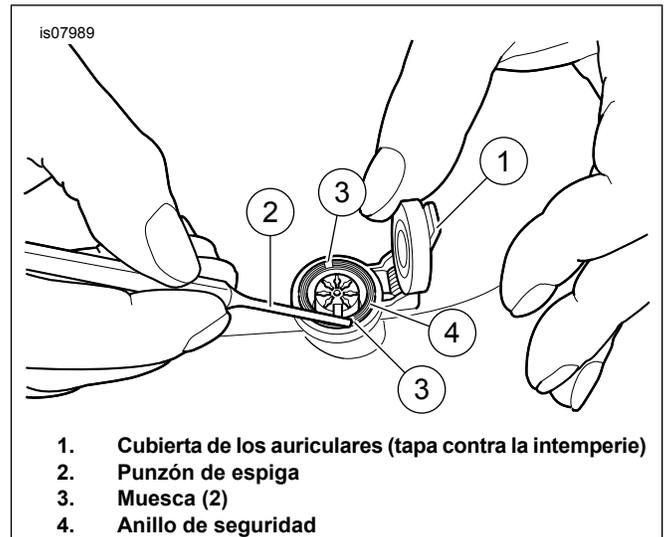
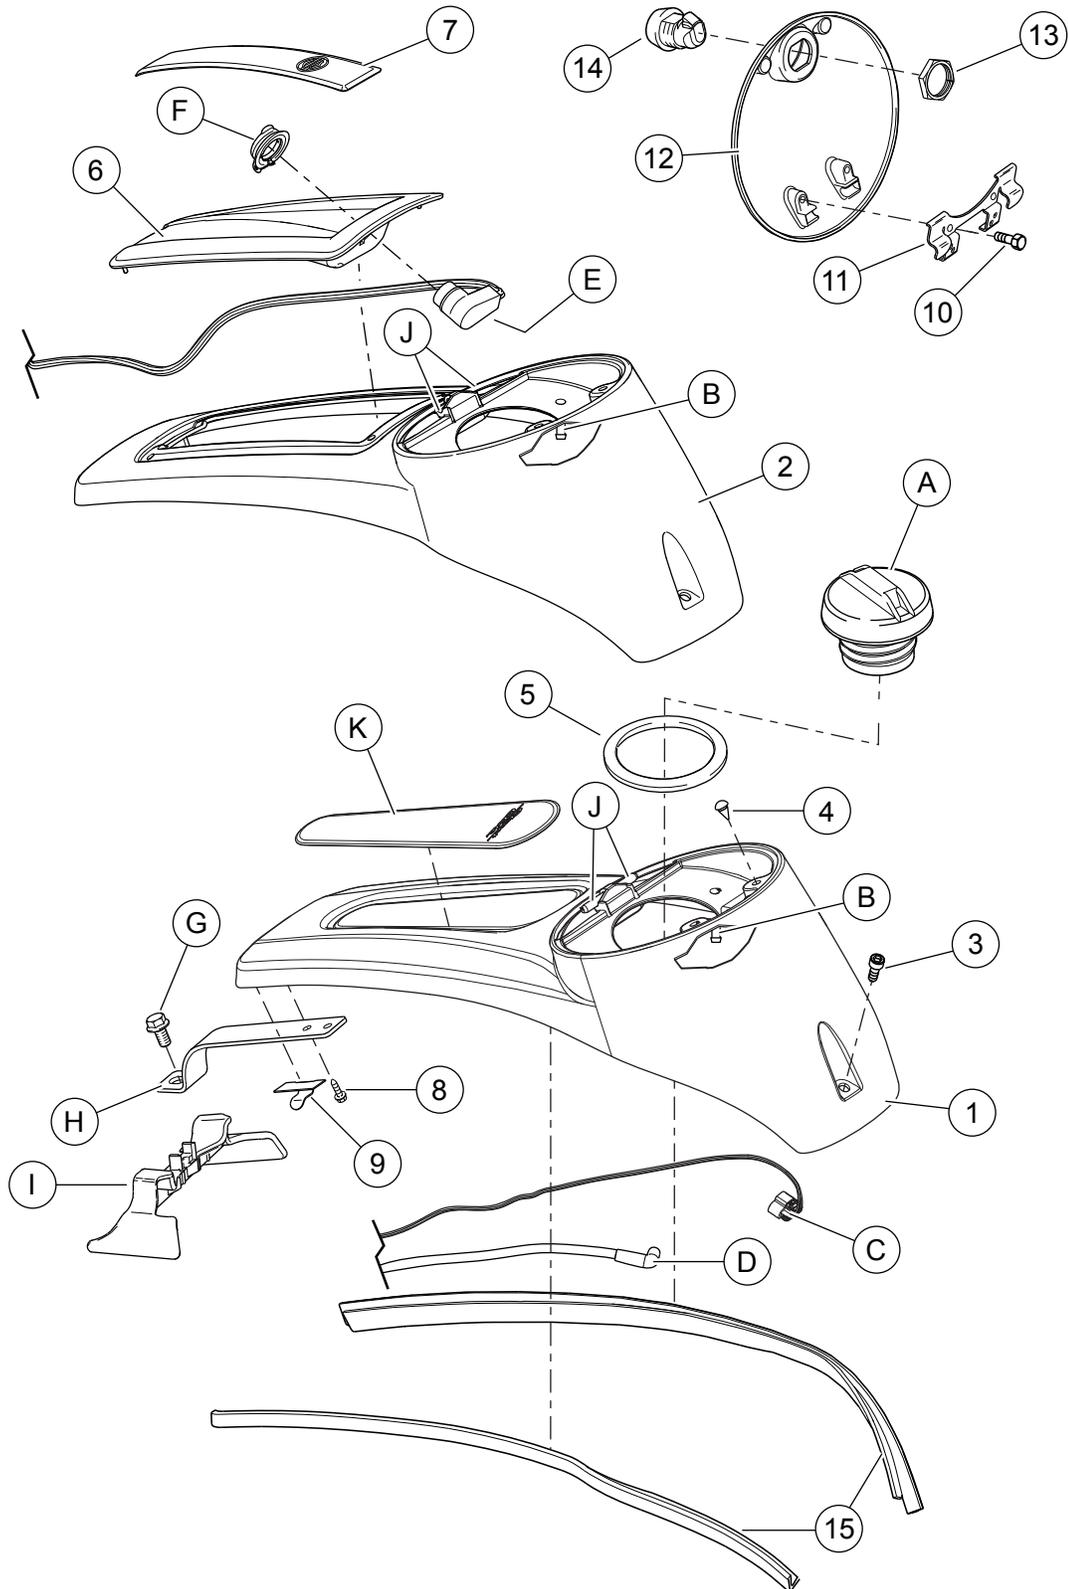

Figura 1. Extracción/instalación del anillo de seguridad del conector de los auriculares
Figura 2. Piezas de servicio: Kits de consola, puerta de combustible y liberador de puerta de combustible
Vea Figura 2 y Tabla 1.
2. Vea Figura 2. Abra la puerta de combustible (12). Extraiga y guarde la tapa de llenado de combustible (A).
3. Extraiga y deseche el tornillo (3). Extraiga y guarde el tornillo (G).
4. Extraiga con cuidado la consola actualmente instalada (1) o (2).
5. Fíjese en la ubicación y orientación del conector de la bomba de combustible (C). Desenchufe el conector del bloque si es necesario.
6. Extraiga el tubo de drenaje (D) del racor de drenaje (B).
7. Fíjese en el tubo y el arnés que se encuentran debajo de las presillas (9).
8. **Modelos con conector de auriculares delanteros:** vea Figura 1. Abra la cubierta de los auriculares (1). Coloque un punzón de espiga (2) en cualquiera de las muescas (3) del anillo de seguridad (4). Gírelo hacia la izquierda para aflojarlo.
9. Quite el anillo de seguridad (4) y la tapa (vea Figura 2, artículo F).
10. **Todos los modelos:** vea Figura 2. Extraiga los tornillos (8) y la pieza de soporte (H). Guarde la pieza de soporte. Deseche los tornillos.
11. **Si se reutiliza la puerta de combustible y el pestillo/bloqueo:** extraiga y guarde los tornillos (10), la presilla (11) y la puerta de combustible (12).
1. Vea Figura 2. Limpie el área de la consola (1 o 2) donde se aplica el inserto de la consola (6 o K).
4. **Modelos con conectores de auriculares delanteros:** inserte el conector del auricular (E) a través del inserto (6).
5. Deslice la tapa contra la intemperie sobre el conector de los auriculares (F).
6. Vea Figura 1. Con las muescas (3) en el lado exterior, enrosque el anillo de seguridad (4) en el conector de los auriculares.
7. Coloque el punzón macho (2) sobre cualquier muesca. Gírelo hacia la derecha hasta que esté ajustado.
8. **Todos los modelos:** vea Figura 2. Instale la pieza de soporte (H). Asegure con tornillos **nuevos** (8).
9. Instale la moldura de caucho (15) en la consola (1 o 2). El costado más largo de cada moldura de caucho se inserta en el lado **interior**.
10. Instale la funda (5) de manera que la parte suave esté hacia **arriba**.
11. Instale los topes (4) en la consola como se muestra.
12. Coloque el tubo de drenaje (D) y los cables (C o E) debajo de la consola. Instale las presillas (9) para asegurar.